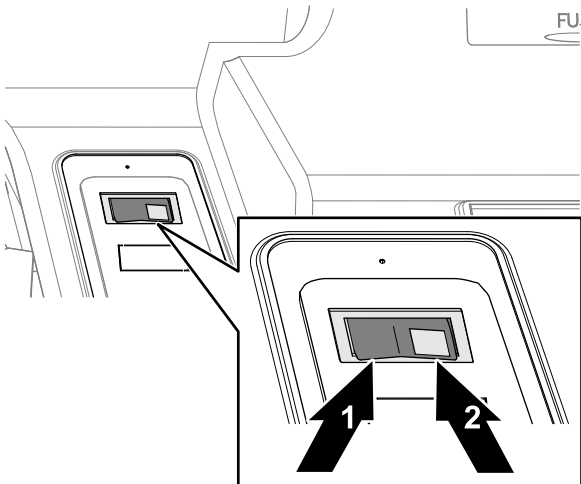

Figura 12
1. Presione el lado derecho del interruptor para activar el limpiaparabrisas (Figura 12).
2. Presione el lado derecho del interruptor y manténgalo presionado para activar el lavaparabrisas (Figura 12).
3. Presione el lado izquierdo del interruptor para desactivar el limpiaparabrisas (Figura 12).